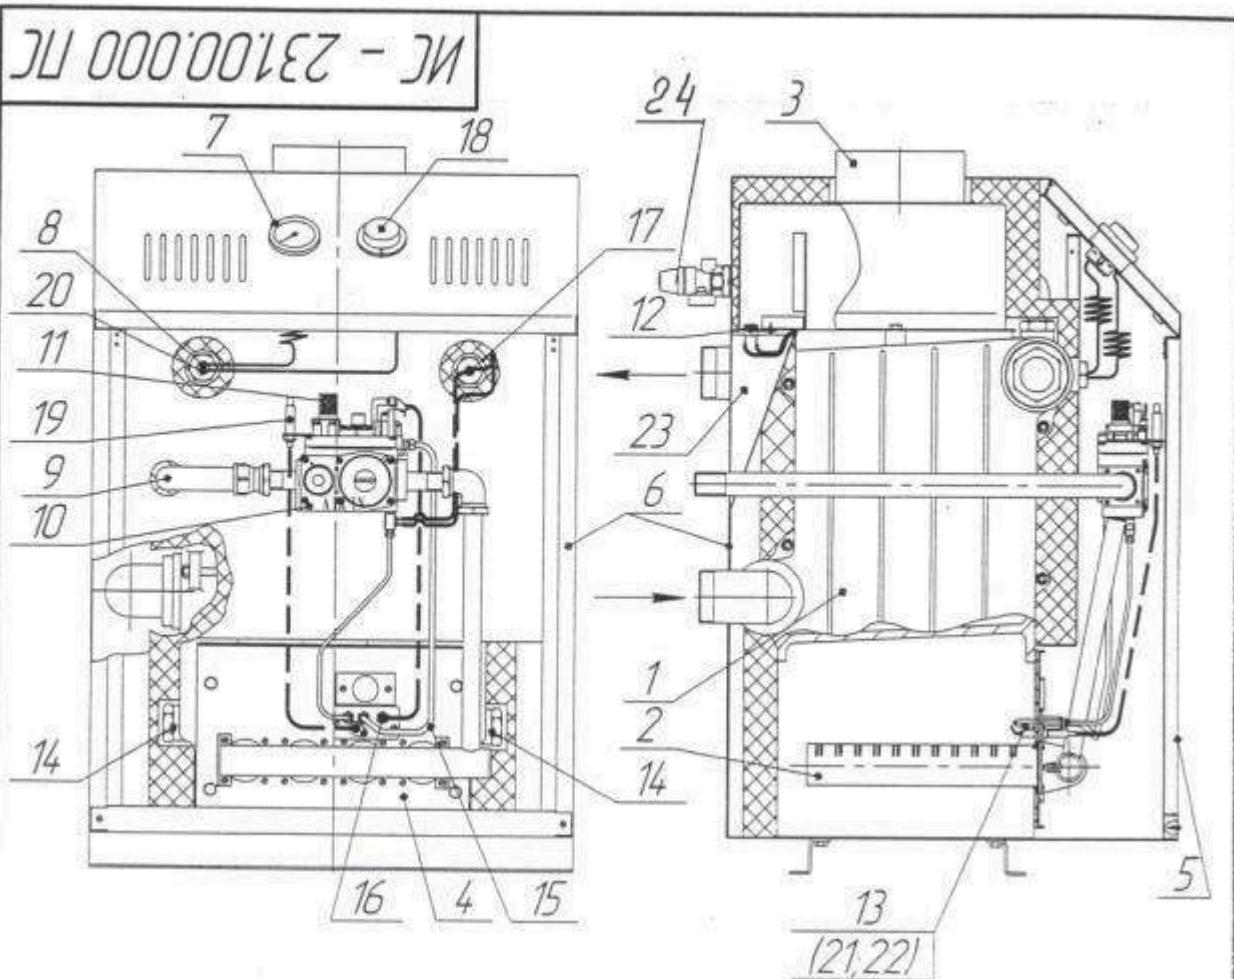

Рис. 2. Конструкция котла.
Конструкция котла представлена на рис. 2.
4.2 Конструкция котла представлена на рис. 2. Котел рис. 2 состоит из следующих основных узлов и деталей: чугунного теплообменника поз.1, листа фронтального поз. 4 с закрепленными на нем трубами горелки поз. 2, газоотвода поз.3, дверки поз. 5, облицовки (кожуха) поз. 6, указателя температуры воды поз. 7 с датчиком поз.8, газоподводящей трубки поз.9. При превышении избыточного давления воды в теплообменнике значения 4 кг/см2 срабатывает предохранительный клапан поз. 24, сбрасывая воду в канализацию до уменьшения давления в теплообменнике.
Автоматика котла состоит из комбинированного газового клапана поз. 10, регулируемого термостата поз. 18 с датчиком поз. 20, предельного термостата с датчиком тяги поз. 17, датчика тяги поз. 12, блока запальной горелки поз. 13, установленного на фронтальном листе поз. 4. Блок пилотной горелки, рис. 2а, включает в себя запальную горелку, термопару поз. 21, миливольтовый
Рис. 2а. Схема расположения горелки запальняй относительно основной.